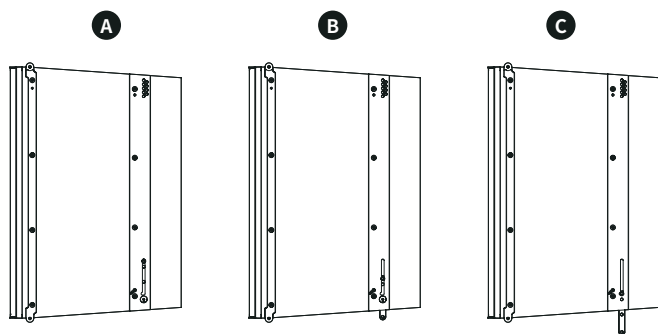

图 8. M-F3A FS 低音音箱中的后部吊挂件
- 底部孔位: 当音箱下方不再需要吊挂其他音箱时, 或是出于安全存放和运输的考虑时, 可以将铝条完全隐藏在其中。详见图 8 中的 A。
- 中心孔位: 用于安装 M-F3A FA34 适配器, 以便在下方吊挂一个或多个 M-F3A 或 M-F3A PRO 音箱。详见图 8 中的 B。
- 上部孔位: 用于在下方吊挂另一个 M-F3A FS。在此位置时, 铝条完全伸出, 用于确定下一个低音音箱的张角角度。详见图 8 中的 C。